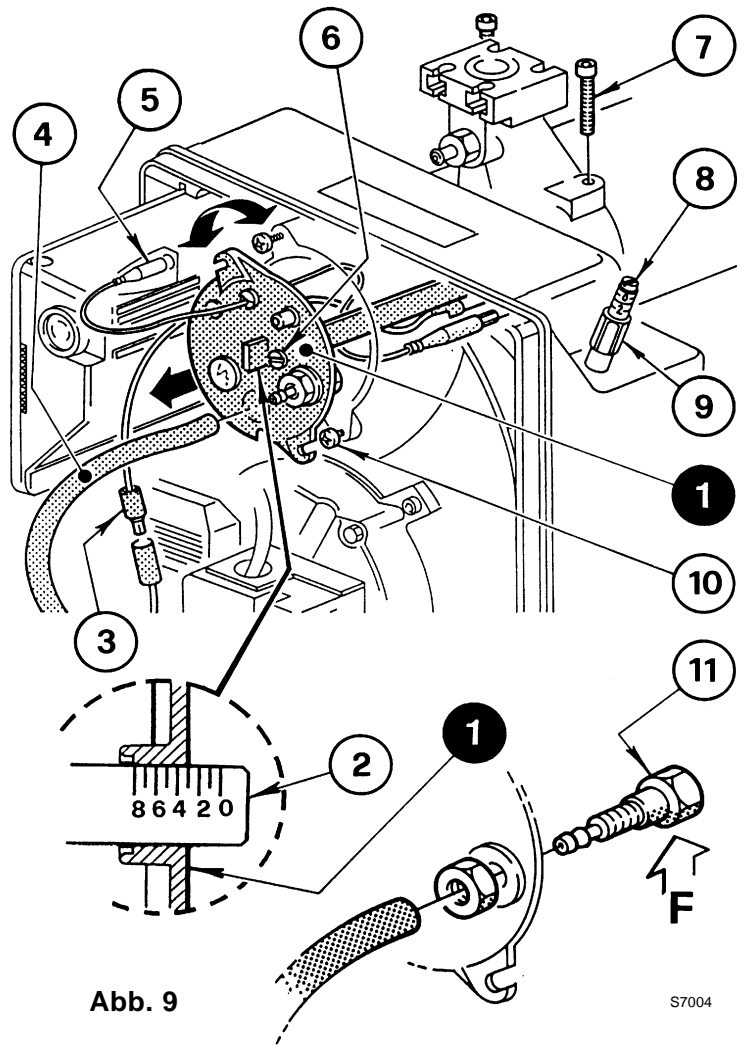

Abb. 9
4.2 BRENNERKOPFEINSTELLUNG, (siehe Abb. 9)
Sie wird ausgeführt, indem man die Stell-schraube (6) im oder gegen den Uhrzeigersinn dreht, bis die auf der Einstellspindel (2) markierte Raste mit der äußeren Kante am Kopf (1) übereinstimmt. In Abbildung 9 ist die Einstellspindel des Kopfes auf Raste 3 eingestellt.
- Die Schrauben (7) bis zum Anschlag anschrauben (*aber nicht befestigen*), diese dann mit einem Anziehmoment von 3 – 4 Nm befestigen.
- Sollte sich der Druckanschluss (11) zufällig lockern, muss dieser richtig befestigt werden, wobei sicher zu stellen ist, dass das Loch (F) an der inneren Seite des Kopfblocks (1) nach unten gerichtet ist.
4.3 LUFTKLAPPENEINSTELLUNG, (siehe Abb. 9, Seite 9)